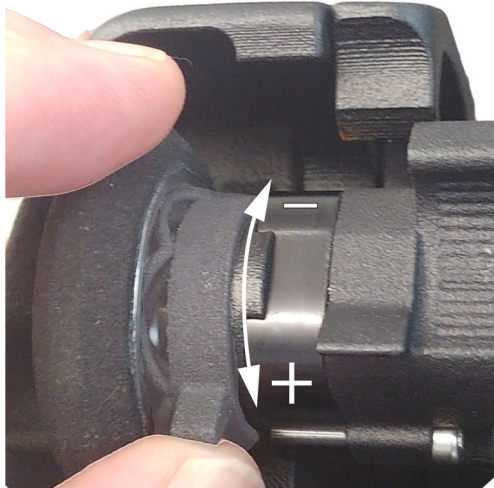

Abbildung 3-2 Einstellen des Rollwiderstands des Weggeberrads
3. Stellen Sie den Rollwiderstand des Rads auf den Mindestwert ein (siehe Abbildung 3-2 auf Seite 59).